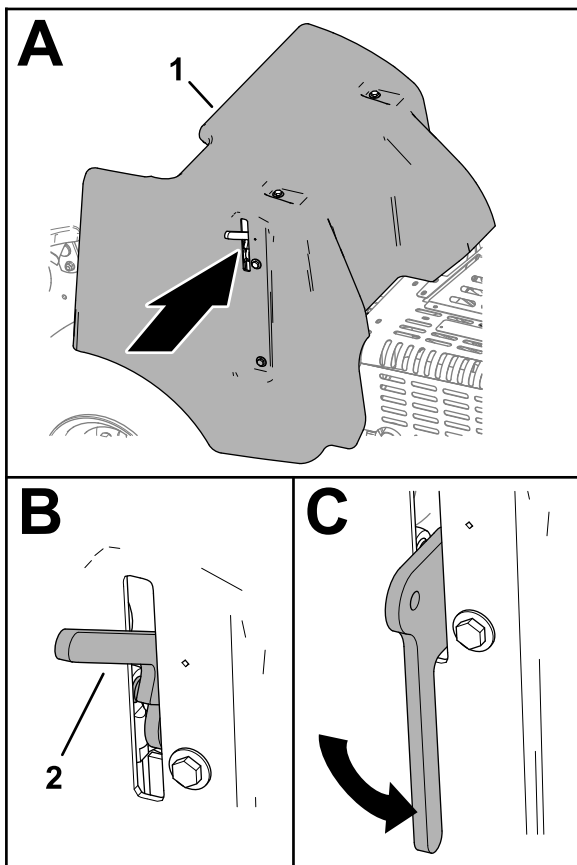

Figura 146
3. Baje totalmente la manivela del cierre para fijar la cubierta (Figura 146).